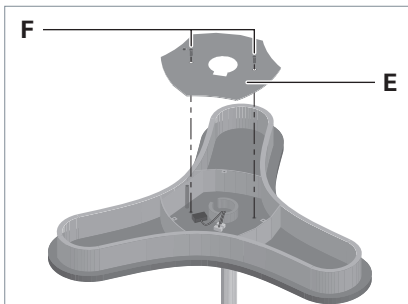

Fig. 8: Monter le recouvrement.
- ▶ Enlevez le couvercle **E** de la tête du luminaire, voir Fig. 8.
- ▶ Placez le recouvrement **E** sur la tête du luminaire, voir Fig. 8.